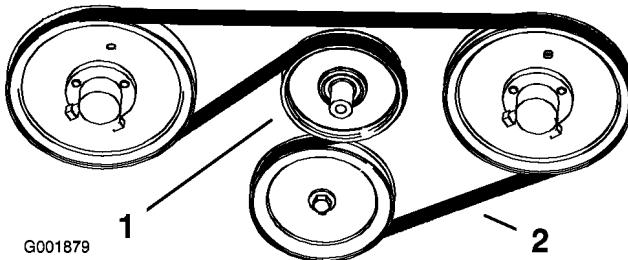

Figura 65
idraulica (Figura 65). Togliete la cinghia tra le pulegge.
- Montate la nuova cinghia attorno alle pulegge del motore e della pompa idraulica (Figura 65).
- Abbassate il tendicinghia a molla e allineatelo sotto la cinghia di trazione. Rilasciate la pressione del tendicinghia a molla (Figura 65).